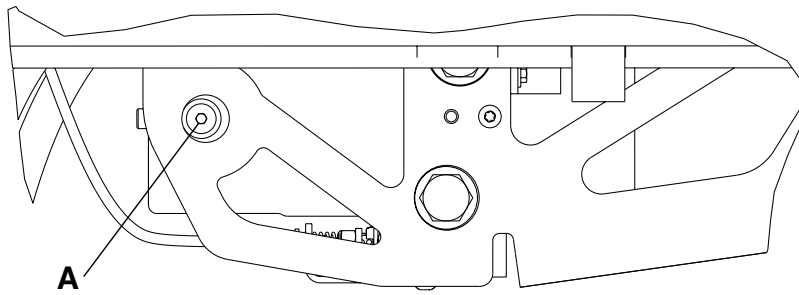

Figure 5 – Réservoir de l'ensemble hydraulique
3. À l'aide d'une clé à 6 pans de 3/16 po, retirer l'obturateur du port (A) (Figure 5). Conserver l'obturateur du port.